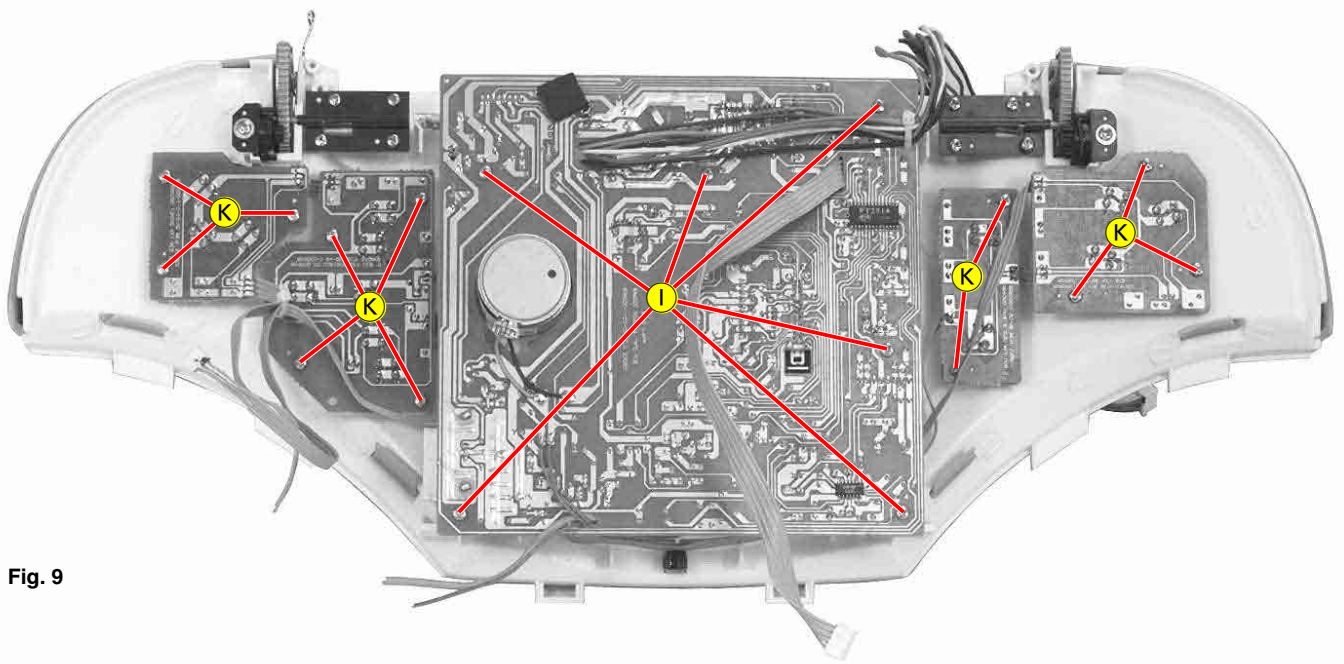

Fig. 9
- 6 Schrauben Ⓛ (Fig. 9) herausdrehen.
- Undo 6 screws Ⓛ (Fig. 9).
- Schrauben Ⓚ (Fig. 9) der jeweiligen Leiterplatte herausdrehen.
- Undo screws Ⓚ (Fig. 9) of the corresponding PCB.